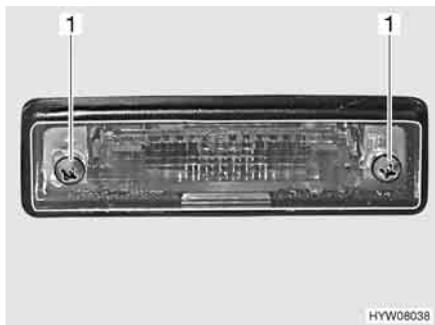

Fig. 186 Luci posteriori (luce targa)
- Svitare due viti degli involucri (Fig. 186,1).